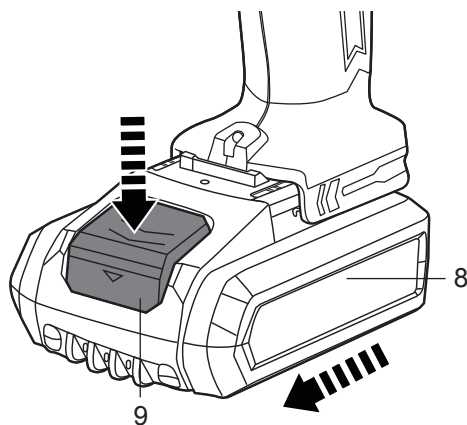

Fig. 4
- > Blocați comutatorul PORNIT/OPRIT (6) pentru a evita pornirea accidentală prin mișcarea controlului de rotație înainte/înapoi (5) în poziția din mijloc (a se vedea secțiunea „Funcțiile produsului – Controlul rotației înainte/înapoi”).
- > Pentru a scoate acumulatorul, apăsați butonul de eliberare (9) și trageți în afară pachetul de acumuloare (8) din produs (fig. 4).